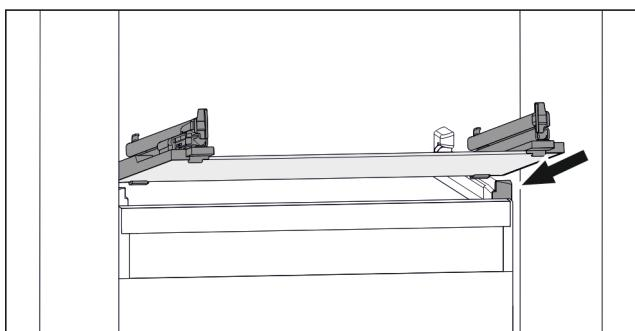

Fig. 152 玻璃隔板例图
- ▶ 将玻璃隔板斜放在止动器后面。 (参见 Fig. 152)